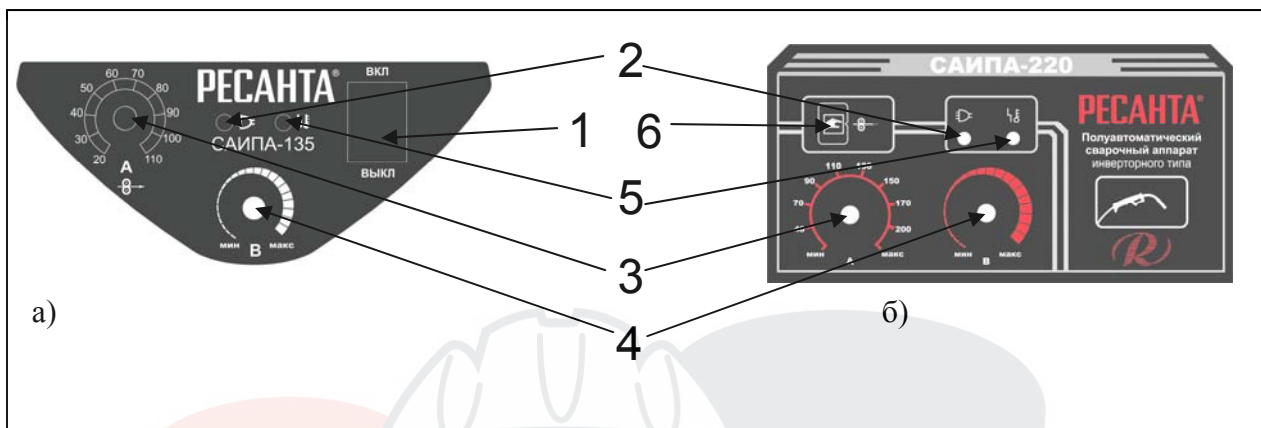

рис. 1
Сила сварочного тока (рис.1, поз.3). С увеличением силы сварочного тока повышается глубина провара, что приводит к увеличению доли основного металла в шве. Ширина шва сначала несколько увеличивается, а затем уменьшается. Силу сварочного тока устанавливают в зависимости от выбранного диаметра электрода.
Скорость подачи электродной проволоки (рис.1, поз.3) связана с силой сварочного тока и регулируется одновременно с ним. Ее устанавливают с таким расчетом, чтобы в процессе сварки не происходило коротких замыканий и обрывов дуги.
Напряжение дуги (рис.1, поз.4). С увеличением напряжения дуги глубина провара уменьшается, а ширина шва увеличивается. Чрезмерное увеличение напряжения дуги сопровождается повышенным разбрызгиванием жидкого металла, ухудшением газовой защиты и образованием пор в наплавленном металле. Напряжение дуги устанавливается в зависимости от выбранной силы сварочного тока.
7. Включить аппарат выключателем на передней панели (рис. 1, поз. 1). загорится индикатор «Сеть» (рис. 1, поз. 2).
8. Установить регулятор подачи сварочного тока (рис. 1, поз. 3) в необходимое положение на моделях САИПА-135/165.
9. Кратковременными нажатиями на кнопку сварочного пистолета добиться протягивания проволоки через механизм подачи на моделях САИПА-135/165. В моделях САИПА-200/220 кратковременными нажатиями на кнопку протяжки сварочной проволоки (рис.1, поз.6) добиться протягивания проволоки через механизм подачи.
10. Выключить аппарат выключателем на передней панели (рис. 1, поз. 1).
13. Включить аппарат выключателем на передней панели (рис. 1, поз. 1). загорится индикатор «Сеть» (рис. 1, поз. 2).
14. Регулятором сварочного тока (рис. 1, поз. 3) установить необходимое значение.
16. Выключить аппарат выключателем на передней панели (рис. 1, поз. 1).